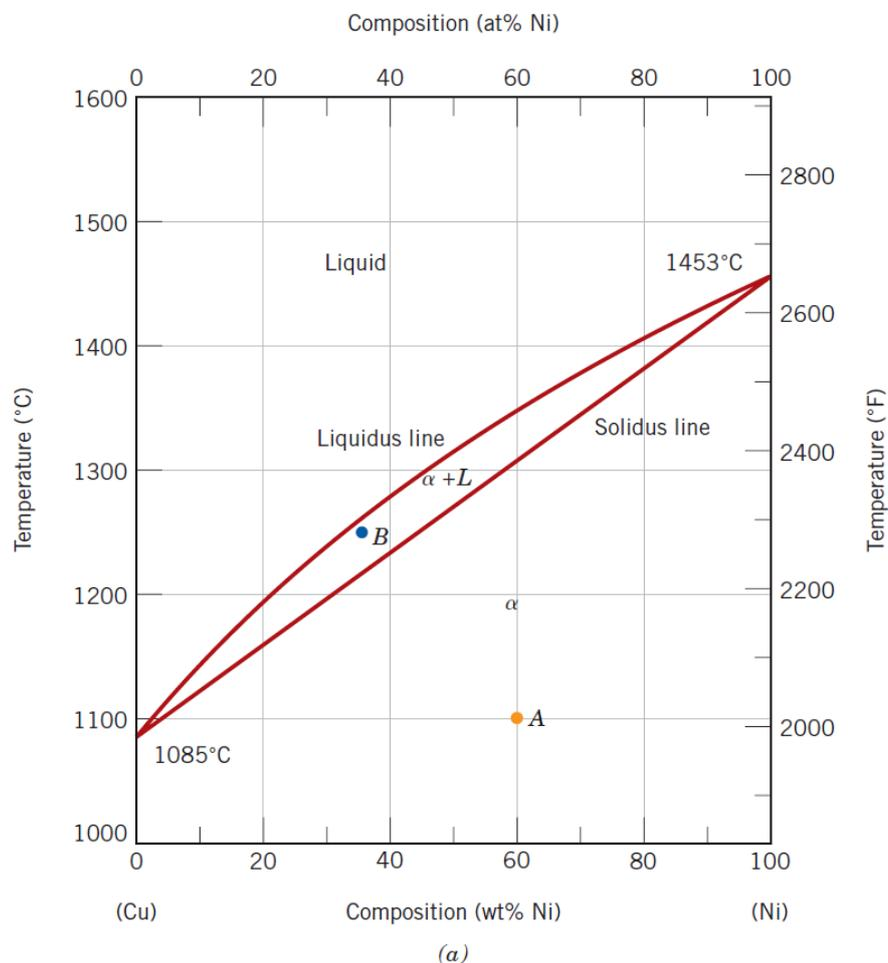

Figura 1
- 1) Uma liga de cobre-níquel com composição 70% ρ Ni-30% ρ Cu é aquecida lentamente a partir de uma temperatura de 1300 °C (2370 °F). Utilizar o diagrama da figura 1 abaixo:
- 2) Dizer se é possível existir uma liga cobre níquel que, em condição de equilíbrio, consista em uma fase alfa (α) com composição de 37%pNi-63%pCu em combinação com uma fase líquida com composição de 20%pNi-80%p Cu. Se isso for possível, dizer qual será a temperatura aproximada da liga. Caso não seja possível, explicar o porquê. Use a figura 1 acima para responder esta pergunta.
- 3) Uma liga de cobre-níquel com composição 50%pNi-50%pCu é resfriada lentamente desde uma temperatura de 1400 °C (2550 °F) até 1200 °C (2190 °F). A partir da Figura 1, Determine: